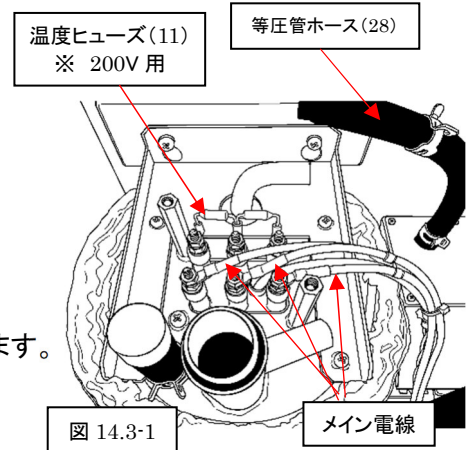

図 14.3-1
- ⑬ ターミナルカバー(8)を取外します(ネジ 2 本)(36)
- ⑭ メイン電線(3 本)をヒータ端子より取外します。(図 14.3-1)